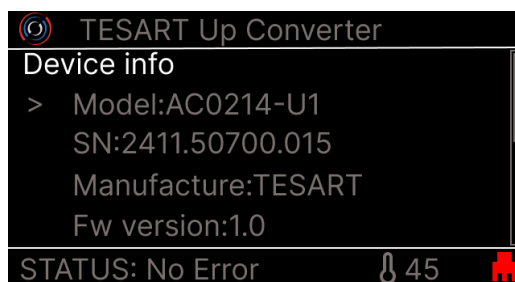

Рисунок 12 – Меню отображения сетевых параметров конвертера (Вкладка Device info)
2.3.2.20 Для получения справочной информации о конвертере, используется вкладка «Device info» (Рисунок 12).